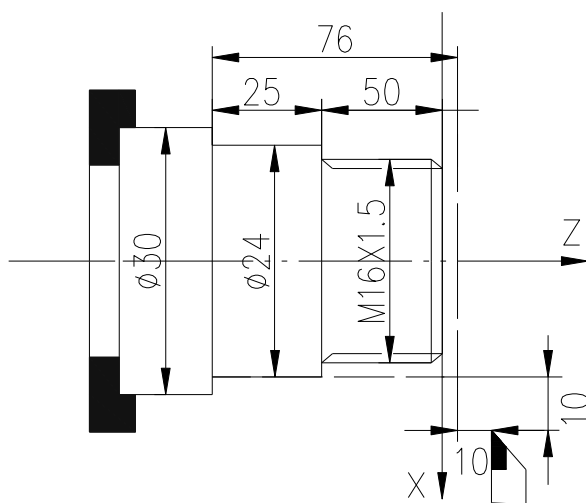

图 7-4-3 螺纹加工示例
**示例 2:** 加工图 7-4-3 所示工件。棒料： $\Phi 30 \times 100$  mm。1 号刀为粗车刀，3 号刀切断，4 号刀为  $60^\circ$  螺纹车刀。